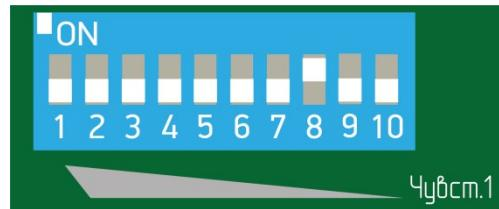

Рисунок 7.9
- установить флагок 8 переключателя регулировки чувствительности (рисунок 7.9) в положение «ON» (верхнее положение), все остальные флагки в нижнее положение;